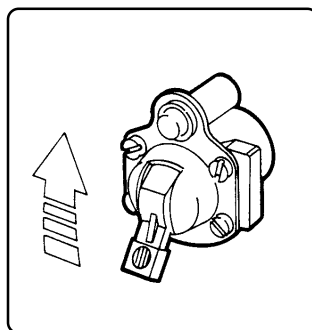

fig. 6.7.2
- 2** Inserire la presa di forza tramite l'apposito deviatore pneumatico (normalmente in cabina) azionando la frizione (fig. 6.7.2). Nel caso d'innesto meccanico la leva è dietro il posto guida. Nel caso di installazione fissa avviare la centralina idraulica.
- 2** Engage the PTO by means of the appropriate pneumatically operated switch (normally located in the cab), operating the clutch (fig. 6.7.2). With a mechanical coupling system, the lever is behind the driving seat. For fixed installations switch on the hydraulic power pack.